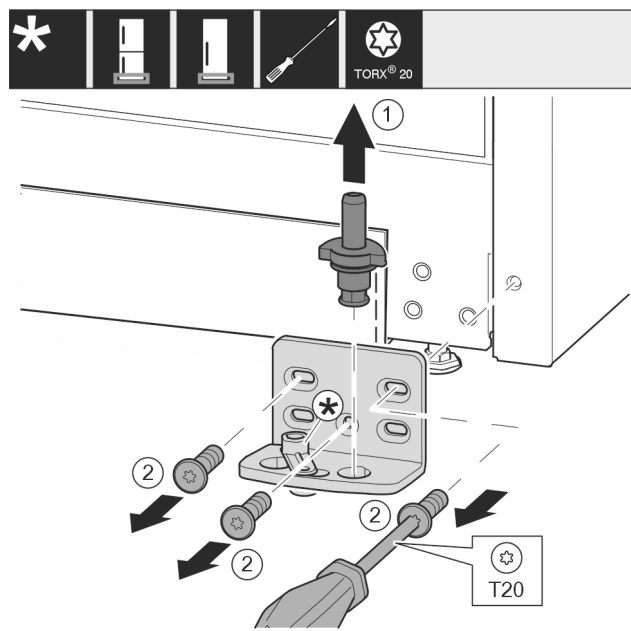

Fig. 15
- ▶ 将轴承螺栓 Fig. 15 (1)完全向上拉出。
- ▶ 将螺钉 Fig. 15 (2)用螺丝刀旋开并取下托架。